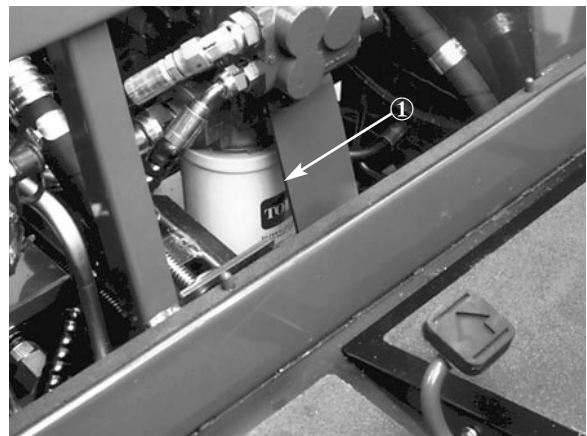

Figure 35
2. Nettoyer la surface autour de la zone de montage du filtre (Fig. 35). Placer un bac de vidange sous le filtre et déposer le filtre.